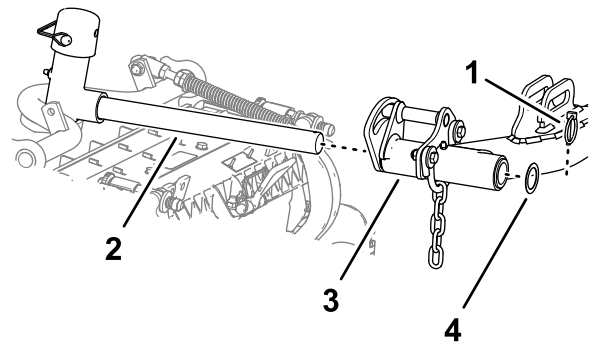

図 22
- カッティングユニットを昇降アームの下に置く(図 22)。